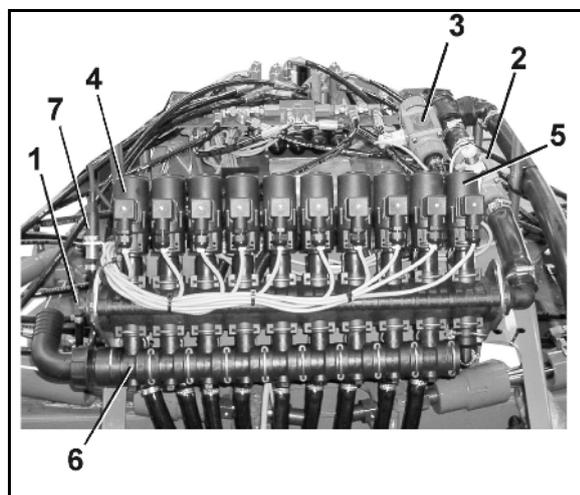

Fig. 97
Los estribos del seguro de transporte sirven para bloquear el varillaje de pulverización plegado en la posición de transporte y evitar que se despliegue involuntariamente. (3) Bastidor en paralelogramo para el ajuste de la altura del varillaje de pulverización. | <ul style="list-style-type: none"> (4) Tubo de protección de toberas (5) Distanciador. (6) Seguro de la extensión exterior, véase en la página 115 (7) Compensación de oscilaciones, véase en la página 117 (8) Válvula y llave de conmutación para el sistema DUS (9) Grifería del varillaje, véase la Fig. 97 (10) Dispositivo de lavado exterior |